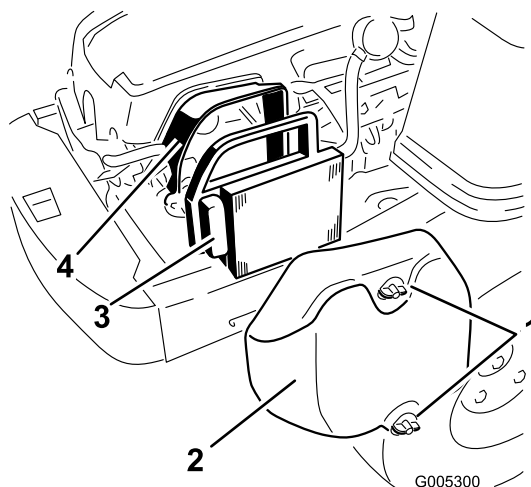

Figura 29
1. Retire la tapa del limpiador de aire (Figura 29).
2. Retire el elemento limpiador de aire con la junta de goma integral (Figura 29).
5. Instale el elemento del limpiador de aire con el lado plisado hacia fuera, y asiente la junta de goma en los bordes de la base del limpiador de aire (Figura 29).
6. Vuelva a instalar la tapa del limpiador de aire y fíjela con los dos pomos (Figura 29).